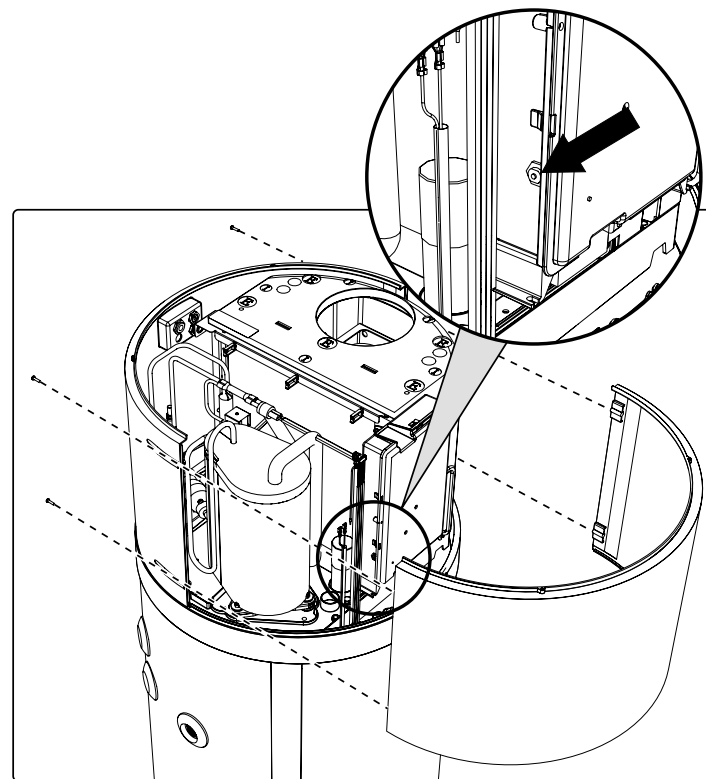

fig. 30- Remoção do painel frontal
- Remova o painel frontal e reponha manualmente o termóstato de segurança acionado (fig. 30). No caso de intervenção, o pino central do termóstato fica saliente aprox. 2 mm.